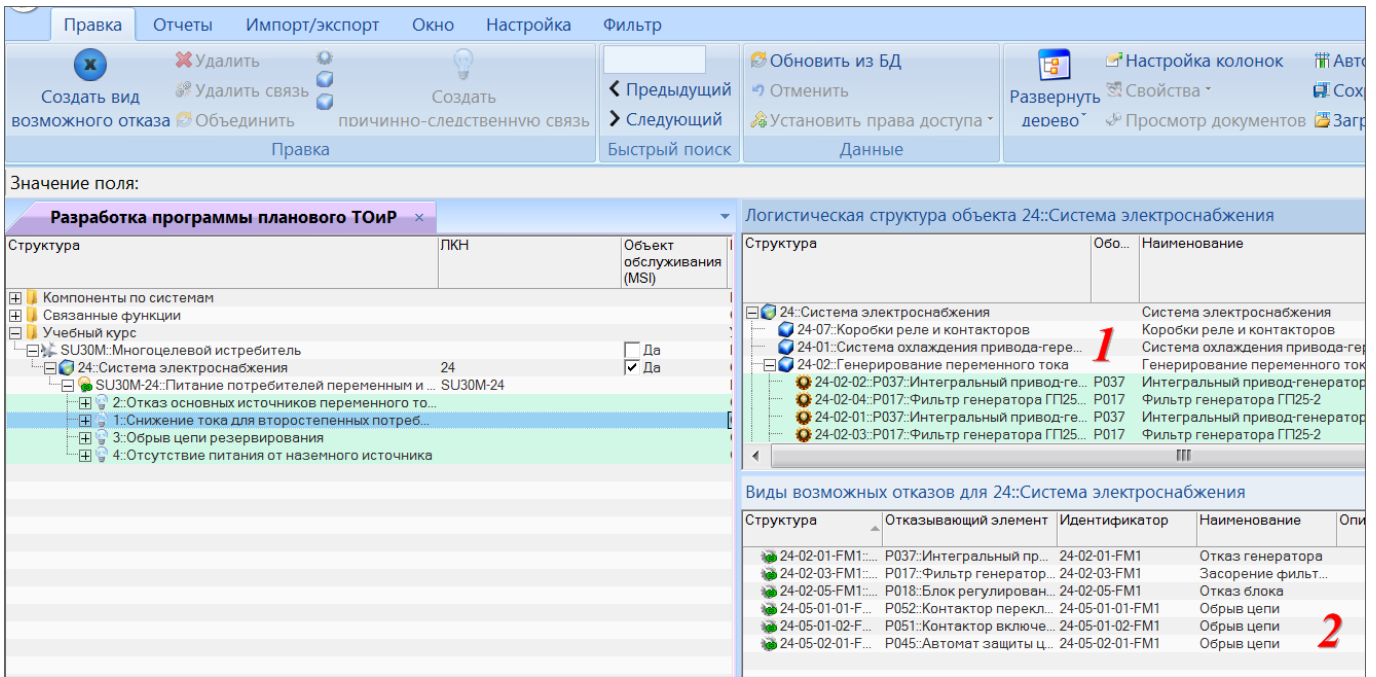

Рис. 11-15 – Окна модуля анализа причин ФО
- окно «Логистическая структура объекта» (1 на рис. 11-15);
- окно «Виды возможных отказов» для этого (2).